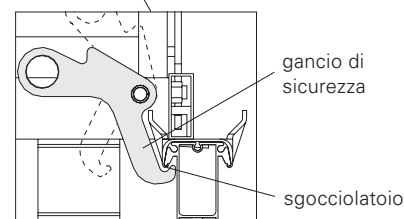

Fig. A9.12b
- La piattaforma è assicurata contro il ribaltamento e il sollevamento. (Fig. A9.12b)